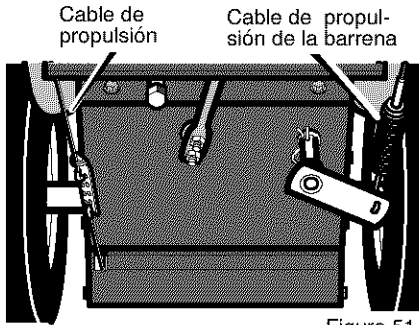

Figura 51
**NOTA:** Si los cables se han desconectado, conéctelos como se muestra en la Figura 51.